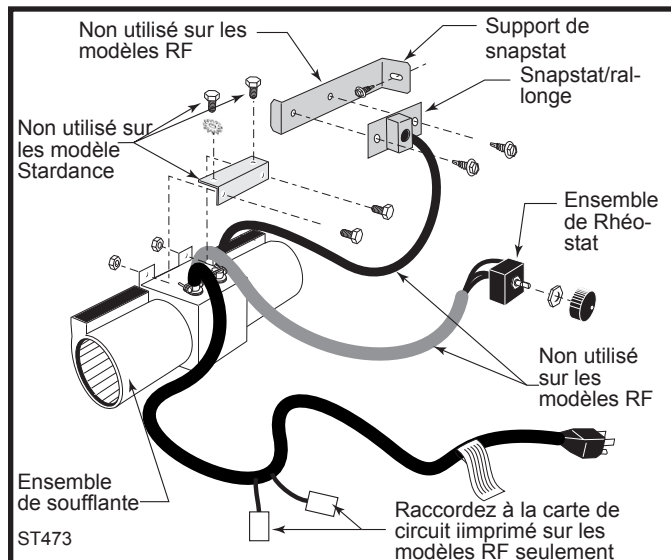

Fig. 14 Composants du nécessaire de ventilateur.
1. Le nécessaire de ventilation comprend une soufflante et un rhéostat raccordés à un câble. (Fig. 14) La soufflante se fixe à la partie inférieure arrière de l'appareil, alors que le rhéostat se monte sur la plaque-couvercle du distributeur. L'ensemble comprend un dispositif « snapstat », qui met automatiquement le ventilateur en fonction (ON) ou hors fonction (OFF) lorsqu'on atteint respectivement une température supérieure ou inférieure à 43°C (109°F) environ. Le rhéostat offre également une plage de réglage de la vitesse du ventilateur depuis la position d'arrêt (OFF), laquelle permet de neutraliser la fonction du dispositif « snapstat » à la position maximum (HIGH). Déballiez et vérifiez la soufflante en prenant soin de vous assurer qu'elle tourne librement.